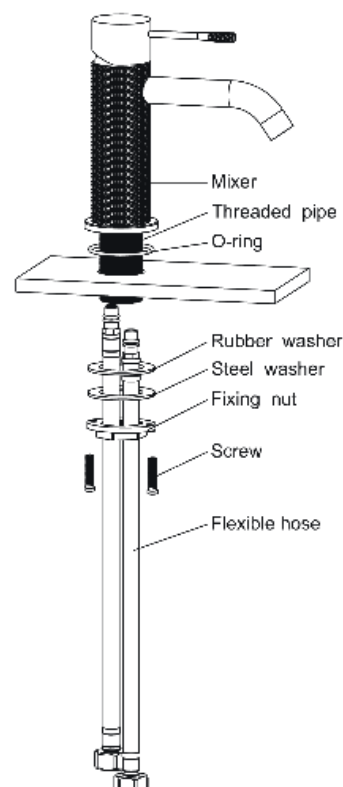

Abb. 1 ° Fig. 1 — Aufbau ° assembly
Scope of Delivery ° Contenuto ° Contenu ° Zawartość ° Obsah Balení — Abb. 1 ° Fig. 1
LEGENDE ° LEGEND — ABB. 1
- 1 Flexschläuche in den Armaturenkörper einschrauben und handfest anziehen (Abb. 1).
- 1 Screw the flexible hoses into the mixer body and fully hand tighten (Fig. 1).
- 1 Avvitare i flessibili nel corpo del miscelatore e serrare a mano (Fig. 1).
- 1 Visser les flexibles dans le corps du mitigeur et serrer à la main (Fig. 1).
- 1 Wkręcić wężyki elastyczne w korpus baterii i dokręcić ręcznie (rys. 1).